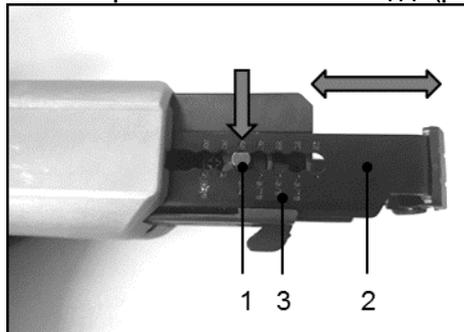

Рисунок 5
4.3 Налаштування довжини саморіза на автоматичній насадці. (рис.5)